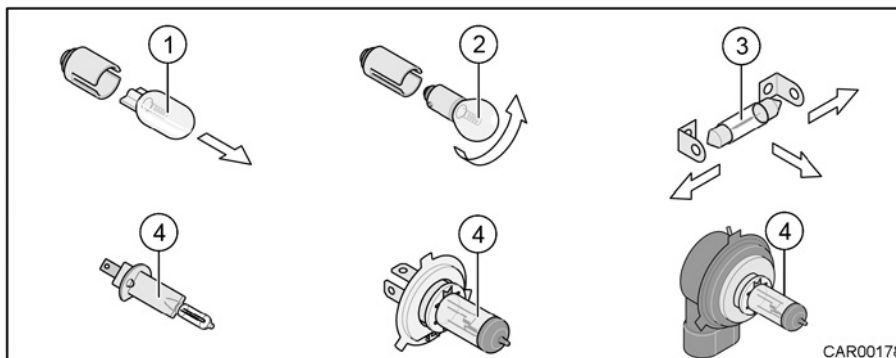
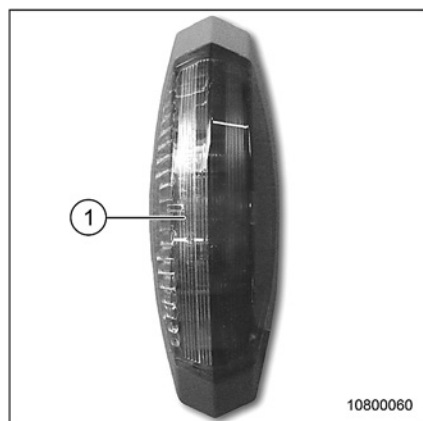

Fig. 207 Vue d'ensemble des types d'ampoules
Fig. 213 Feu de gabarit
1. Soulever prudemment l'écran (Fig. 213/1) du feu de gabarit avec un tournevis fin.
2. Enlever l'écran (Fig. 213/1) et remplacer l'ampoule (Fig. 207/3).
2. Enlever l'écran et remplacer l'ampoule (Fig. 207/2).